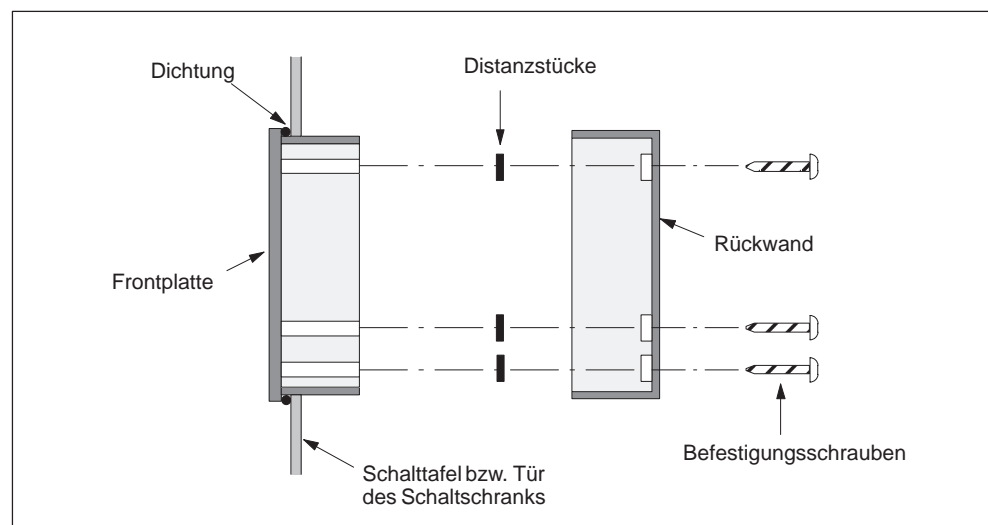

Bild 1-4 Einsetzen der Distanzstücke
Distanzstücke	Zur Verwendung beim Einbau des TD 200 sind selbstklebende Distanzstücke im Lieferumfang enthalten (siehe Bild 1-4).
2. Ordnen Sie die Distanzstücke über den Bohrungen für die Schrauben an der Innenseite der Rückwand an. Die Distanzstücke sorgen für festen Sitz des fertig eingebauten TD 200 (siehe Bild 1-4).
Gehen Sie folgendermaßen vor, um den Einbau des TD 200 zu beenden (siehe Bild 1-4):